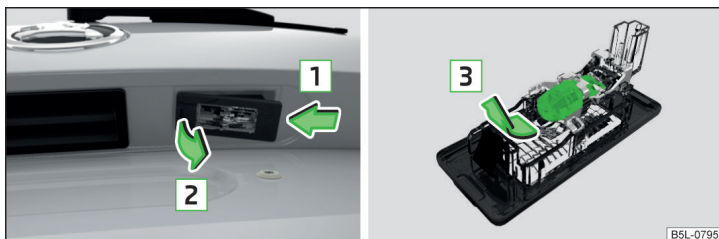

Fig. 203 Demontarea lămpii pentru numărul de înmatriculare / Înlocuirea becului
- > Apăsăți lampa în sensul săgeții » fig. 203, până când se va desprinde.